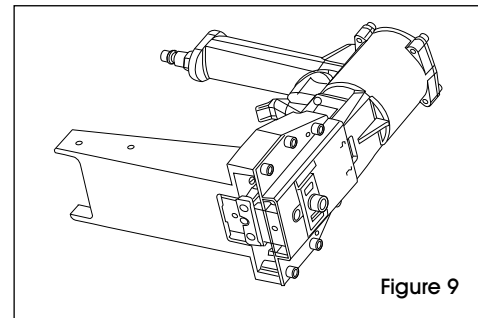

Figure 9
1. Retirez le magasin. (Voir Figure 9)